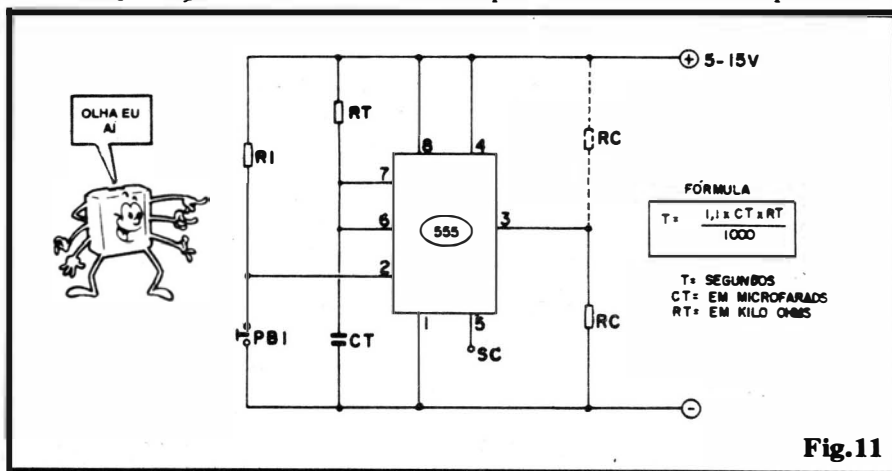

Fig.11
- **FIG. 11 - MONOESTÁVEL COM 555 - ARRANJO BÁSICO** - O diagrama mostra o esquema básico para que o 555 atue como